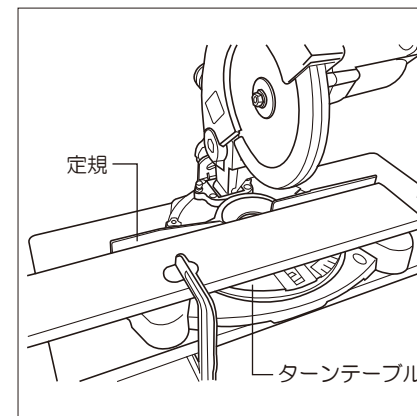

図32
- 材料を定規とターンテーブルに密着させ、切断作業中に材料が振り回されないように、確実に固定してください。(図32参照)